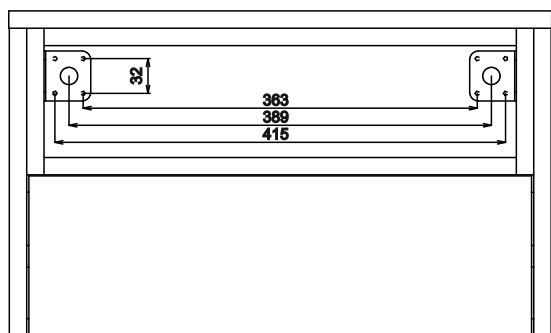

рис. 3
14. Повесить тумбу на стену (рис. 3)